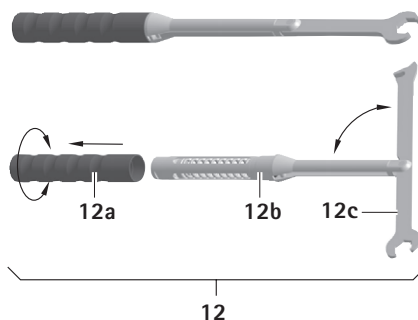

Fig. 3
- Inserir o cabo **12a** no sentido contrário da seta e apertar, ver Fig. 3.